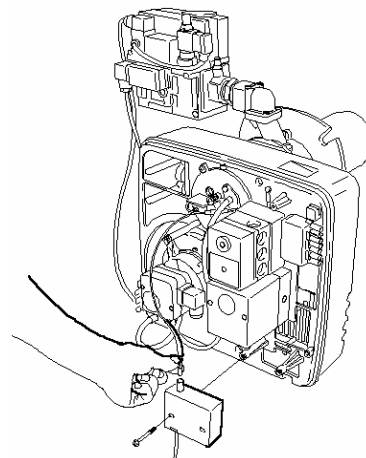

Fig. 22
- Demontați conectorii de pe unitatea compactă, cablul de aprindere, cablul tijei de ionizare și furtunele presostatului de aer (Fig. 22)